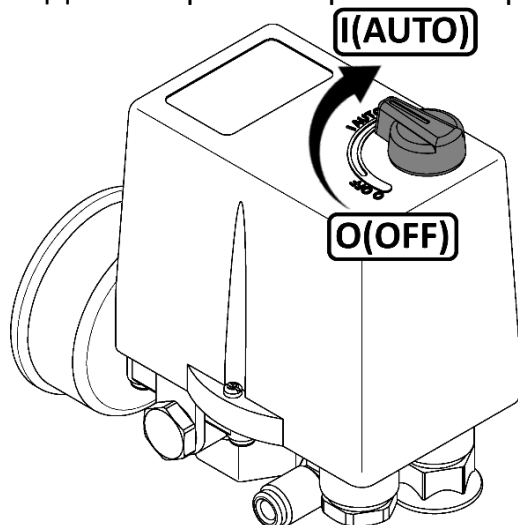

Рисунок 2
- Проверьте, чтобы выключатель на прессостате находился в выключенном положении "OFF" или "O", в зависимости от исполнения (см. рисунок 2).
- 1 Выключить компрессор выключателем на прессостате. Для этого необходимо переключить выключатель в положение "OFF" или "O", в зависимости от исполнения (см. рисунок 2). После этого остановится электродвигатель и произойдет сброс давления из нагнетательного воздухопровода и поршневого блока.
Для пуска компрессоров СБ4/Ф-500.AB998, СБ4/Ф-500.AB998ТБ после срабатывания защиты выполните следующие действия: после того, как двигатель остынет до допустимой температуры, переключите выключатель на прессостате в положение "OFF" (см. рисунок 2), а затем включите компрессор переключив выключатель в положение "AUTO".